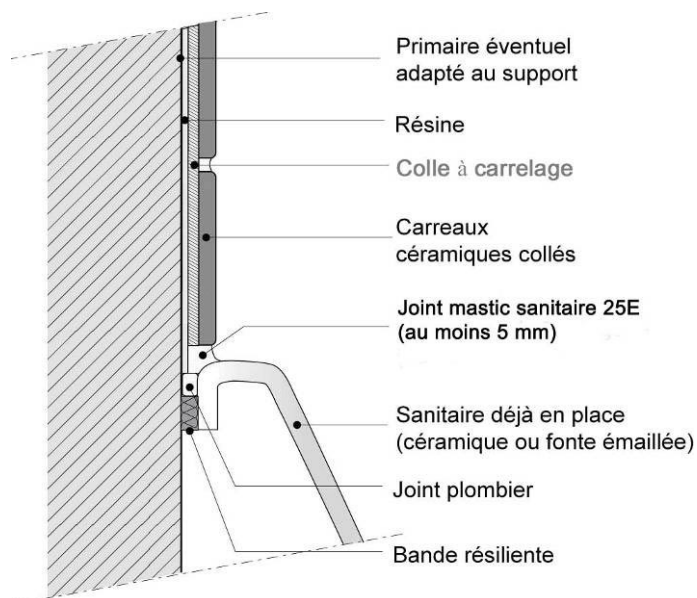

Figure 11 - Raccordement du sanitaire à la paroi ; cas d'un sanitaire en céramique ou en fonte émaillée.
4.32 Raccordement à la baignoire ou au bac à douche en paroi verticale (figures 11 à 13)